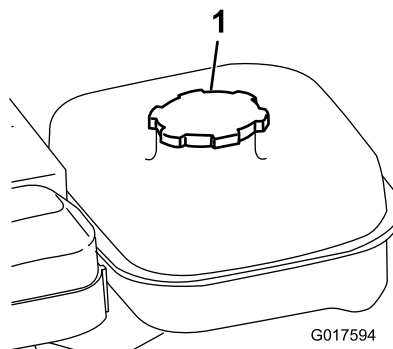

図 16
1. 燃料キャップ（図 16）の周囲をきれいに拭いてからキャップを外す。